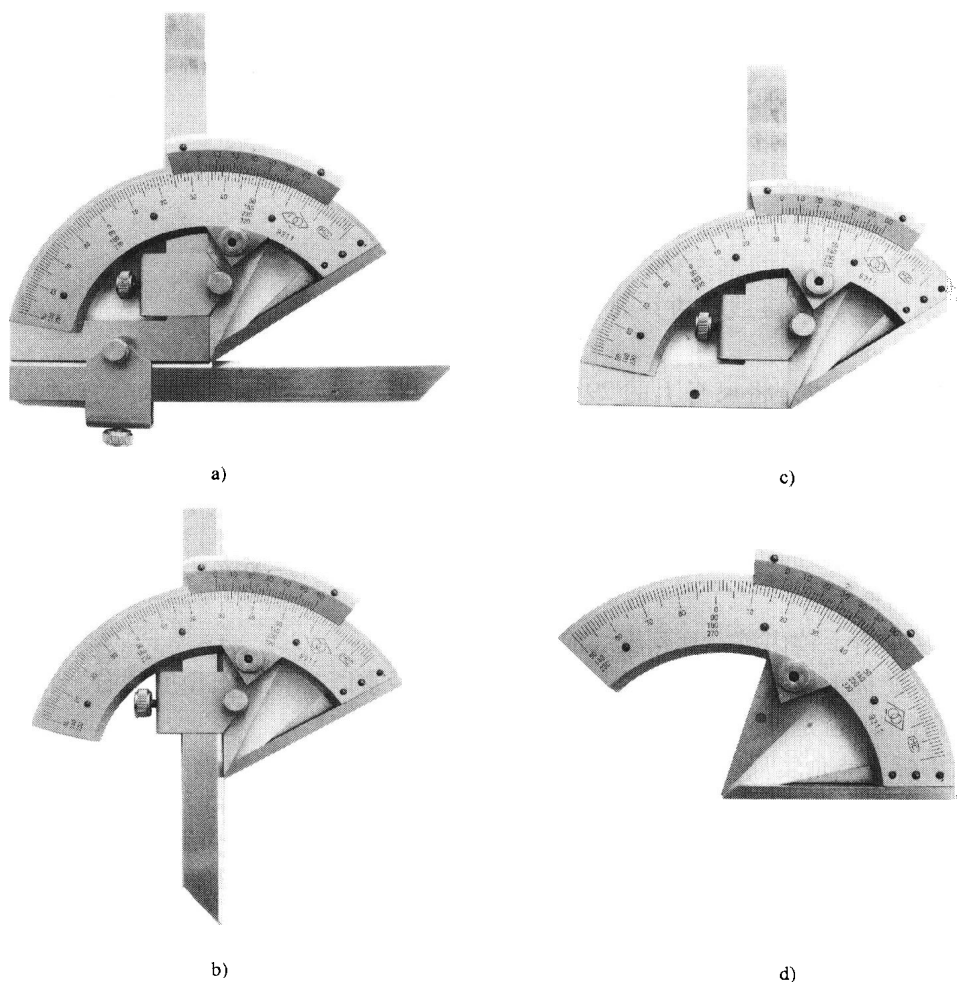

图 1-10 游标万能角度尺的测量范围
(3) 游标万能角度尺的测量范围。在游标万能角度尺上由于 90°角尺和直尺可以移动或拆换, 可测量 0 ~ 320°的任何角度。由图 1-10 所示: 90°角尺和直尺全装上时, 可测量 0°~50°的角度, 如图 1-10a 所示; 仅装上直尺时, 可测量 50°~140°的角度, 如图 1-10b 所示; 仅装上 90°角尺时, 可测量 140°~230°的角度, 如图 1-10c 所示; 90°角尺和直尺全拆下时, 可测量 230°~320°的角度, 如图 1-10d 所示。